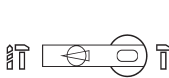

Fig. 1
Gire o botão (8) para o modo:  (Ver fig.1)